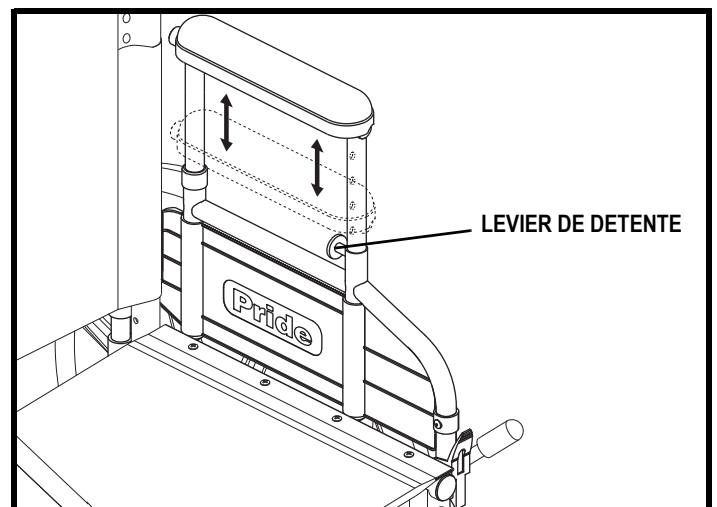

Figure 31. Réglage des accoudoirs à double support
1. Tirez le levier de dégagement qui se trouve sur l'accoudoir dans n'importe quelle direction. Voir la figure 31.